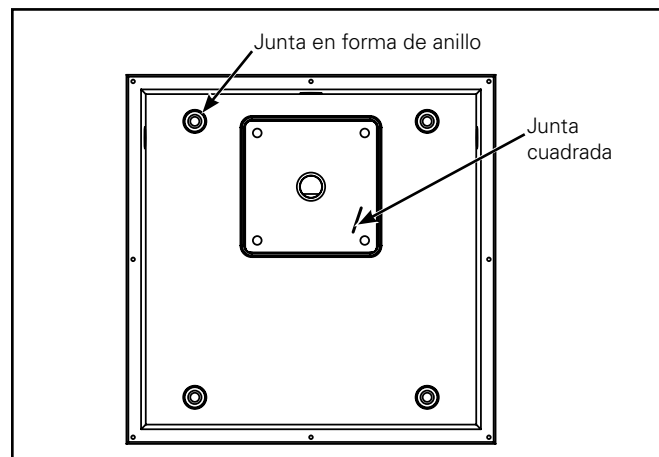

Figura 11.
5. Retire la parte posterior de cada una de las cuatro juntas en forma de anillo y colóquelas en la parte posterior de la carcasa de fundición en cada uno de los cuatro orificios de montaje (la junta posee adhesivo en un lado). Use la junta cuadrada para sellar la carcasa de fundición en la caja de conexiones (Figura 11).